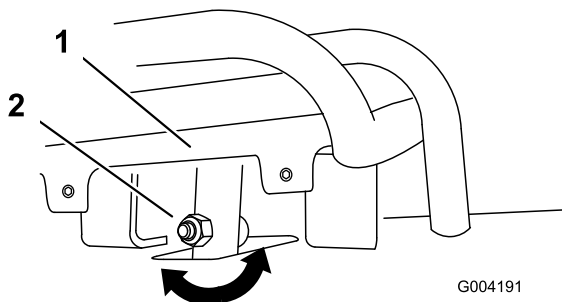
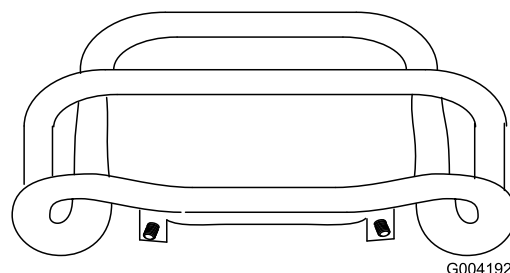

図 56
図 57
4. 全速後退位置にセットした走行コントロールバーが基準バーに対して適切に整列していない場合は、走行コントロールのステム部にあるフランジナットとボルトをゆるめる 図 56。
5. 全速後退位置にセットした走行コントロールバーが基準バーに対して面一になるように調整する 図 56 と 図 57。